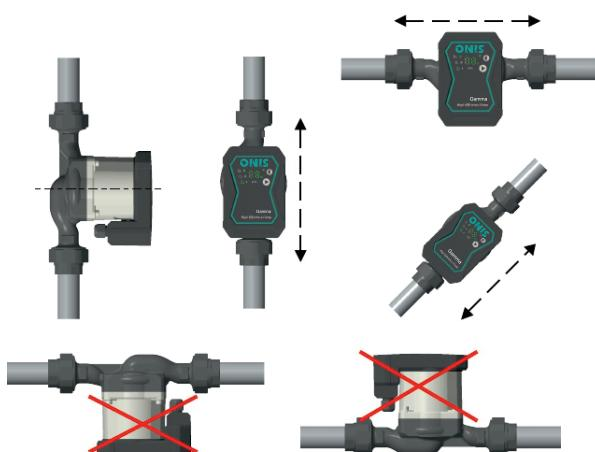

Рис. 2
2. Во время монтажа вал двигателя должен быть в горизонтальном положении (см. рис. 2);